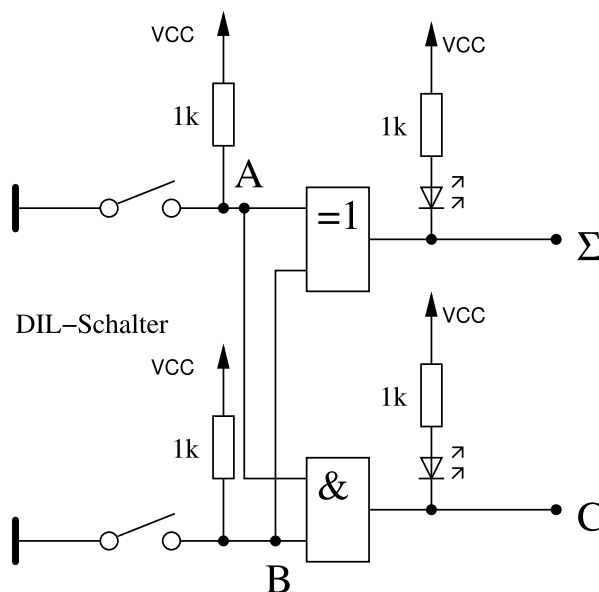

Abbildung 12.1: Schaltbild (Halbaddierer)
In Abbildung 12.1 ist das Schaltbild der Schaltung zu sehen, die Sie aufbauen sollen.
- Schreiben Sie sich die Nummern der zuvor gewählten Gatter der beiden ICs in den Schaltplan (Abb. 12.1).
Nun können Sie die benötigten Bauteile gemäß Abbildung 12.1 platzieren und anschließend verbinden.